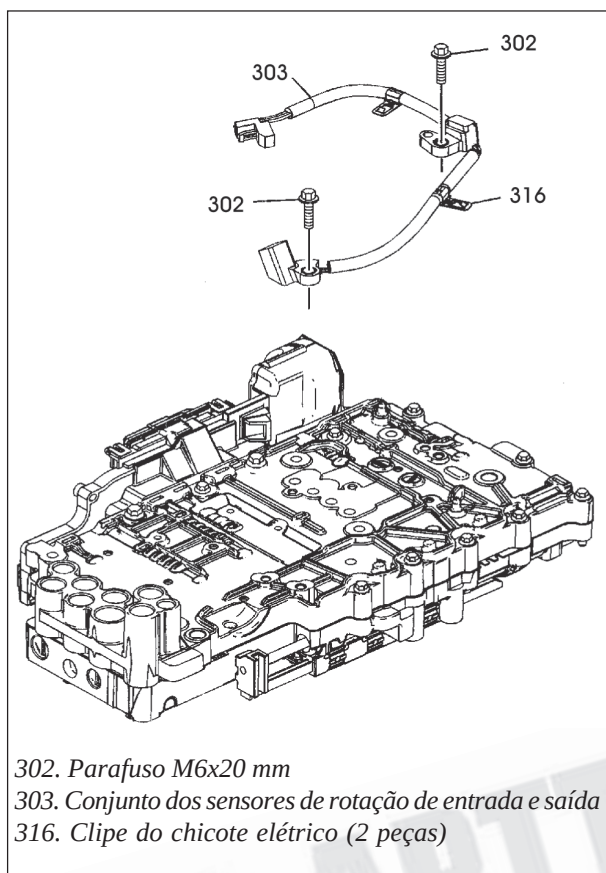

Figura 136
1. Remova o conjunto dos sensores de rotação de entrada e saída da transmissão, removendo seus parafusos de fixação de cada sensor, conforme mostra a figura 136.